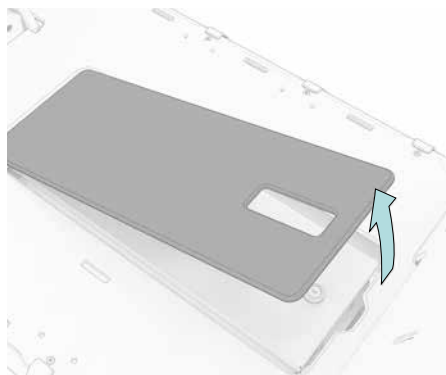

Fig. 19
1. Passez la main dans l'espace de la plaque de recouvrement et sortez la plaque (fig. 19).